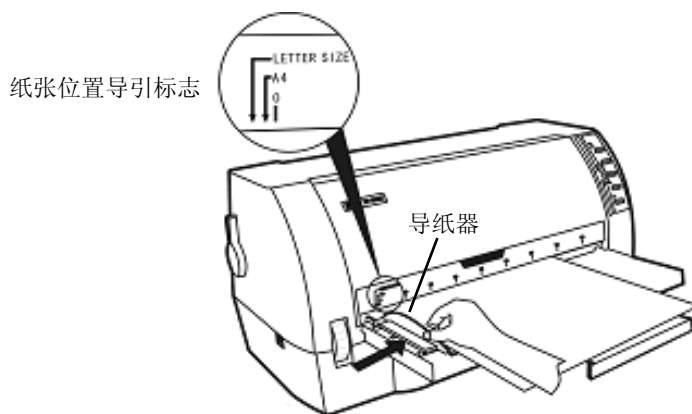

图 3-3 调整导纸器
- 根据打印机盖左边的标示调整导纸器位置，A4 和信纸的大约位置如图 3-3 标示在机盖的左下边沿。